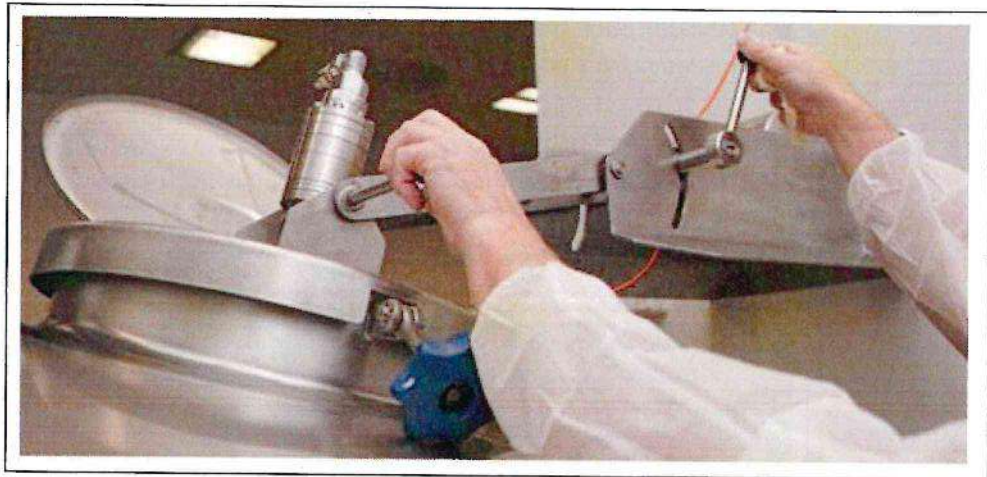
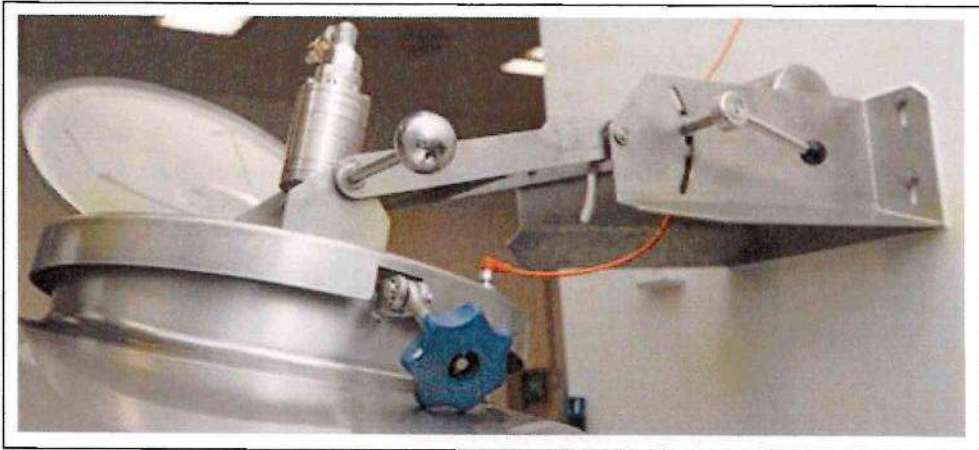

Abbildung 17 Zwischenschritt
Abbildung 18 Endposition
4. Den rechten Hebel des Reinigungsaufsatz bis zum Anschlag im Uhrzeigersinn drehen (von Abbildung 17 Zwischenschritt nach Abbildung 18 Endposition).